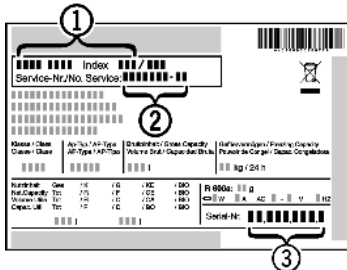

Fig. 10
▶ A készülék megnevezését Fig. 10 (1), a szerviz- Fig. 10 (2) és sorozatszámot Fig. 10 (3) a típustábláról olvassa le. A típustábla a készülék belsejében baloldalon található.
▶ Értesítse a vevőszolgálatot a hibáról, és adja meg nekik a készülék megnevezését Fig. 10 (1), a szerviz- Fig. 10 (2) és a sorozatszámot Fig. 10 (3).